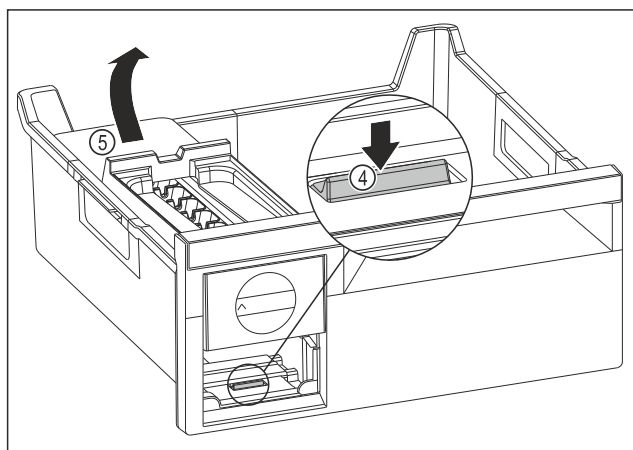

Fig. 87
- ▶ Retirez le corps de l'EasyTwist-Ice : Avec le doigt, poussez la languette Fig. 87 (4) vers le bas tout en soulevant de l'autre main le corps de l'EasyTwist-Ice Fig. 87 (5) depuis l'arrière.